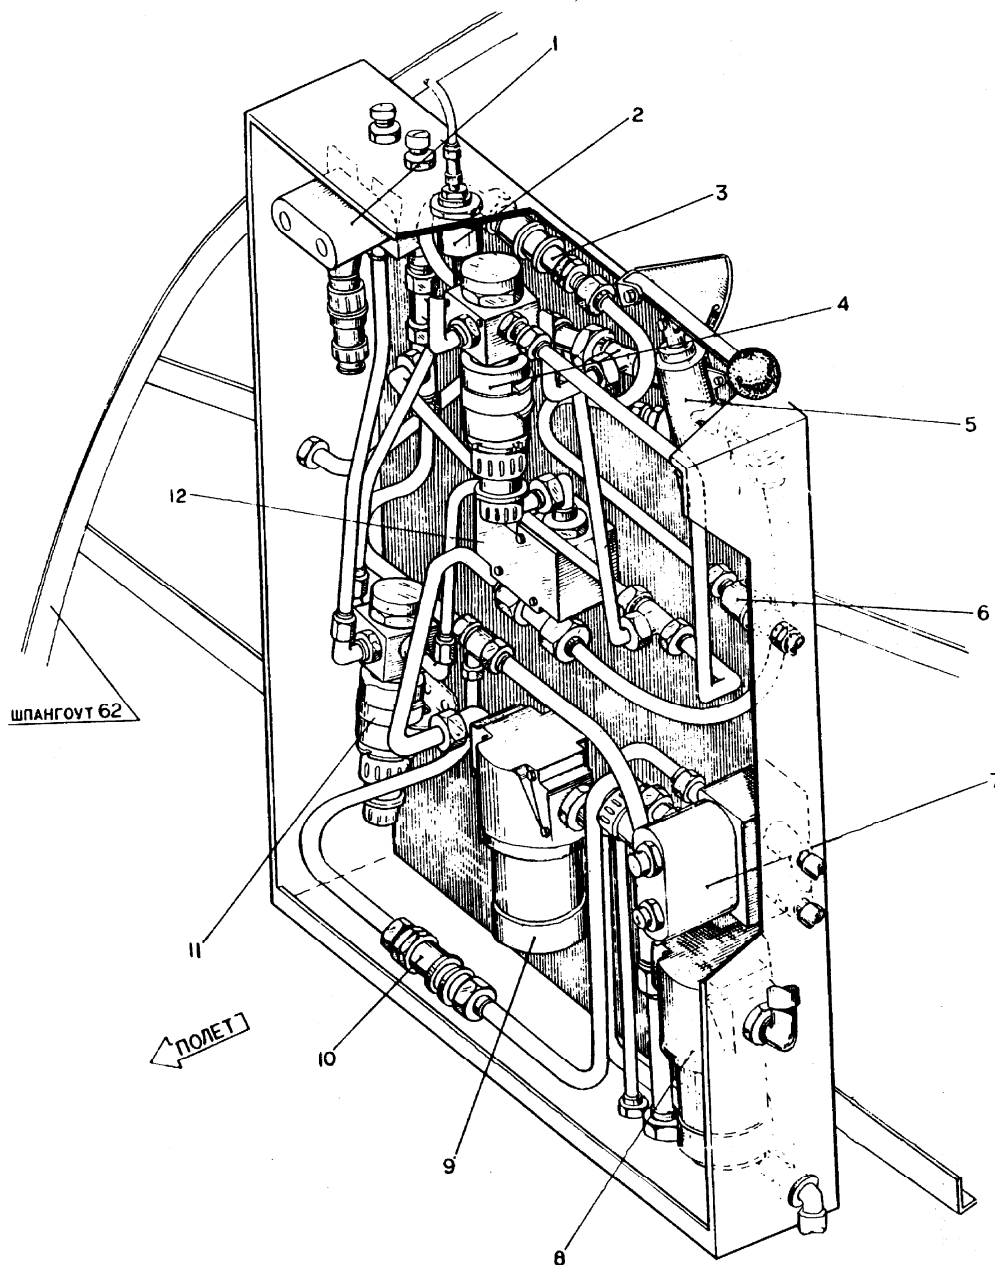

Рис. 20
Агрегаты аварийной ГС смонтированы на панели (рис.20), установленной у шпангоута № 62 по правому борту. На нем смонтированы: датчик давления ИД-240 (2), обратные клапана ОК-6А (6), клапан переключения (5), фильтры тонкой очистки 8Д2.966.016-2 (8,9), обратный клапан ОК-10А (10), предохранительный клапан РД-22 (12).